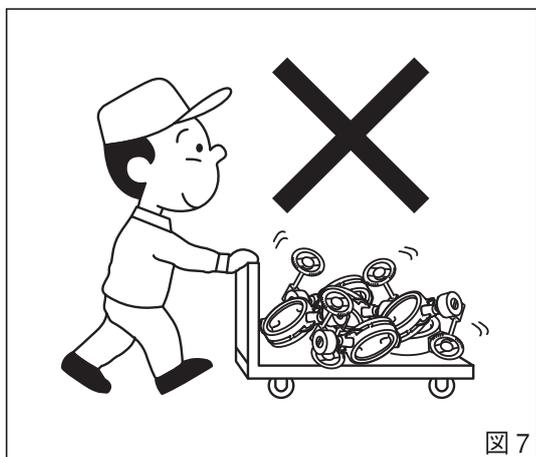

図 7
- ❗積載時の注意：積載はできるだけ梱包状態で、輸送中に荷崩れを起こさないように積載ください。また、開梱された状態で輸送する場合は、製品に無理な力がかからないよう積載の上、必ずシートをかけ、ホコリなどを防いでください。（図7）